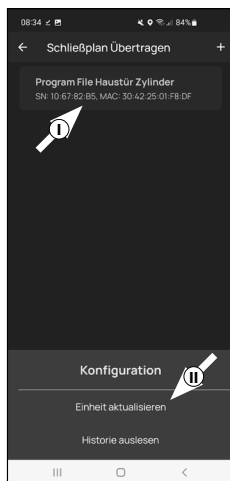

Fig. 5
- ⑥ Appuyez sur le fichier de programmation qui vient d'être créé (I) (Fig. 5) et, dans le menu apparaissant sur « Actualiser unité » (II) (Fig. 5).